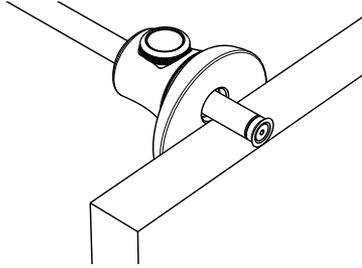

Figure 4 : Usage d'un trusquin pour déterminer la profondeur des entailles.
2. Coincer l'épaisseur de l'une des planches entre la pointe et le guide du trusquin pour déterminer la profondeur des entailles entre les queues – voir la **figure 4**.